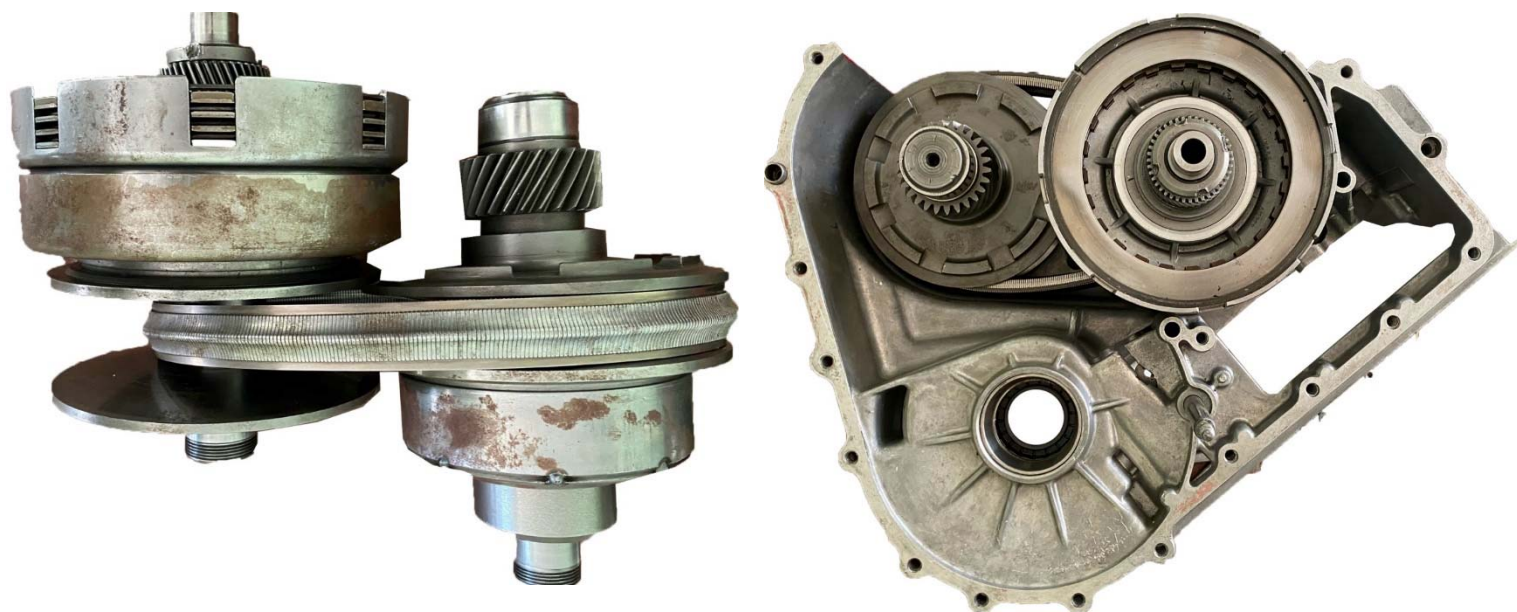

Рисунок 84 – установка шкивов в картер.
- одеть ремень на шкивы и установить в картер КП шкивы с ремнем (рисунок 84);